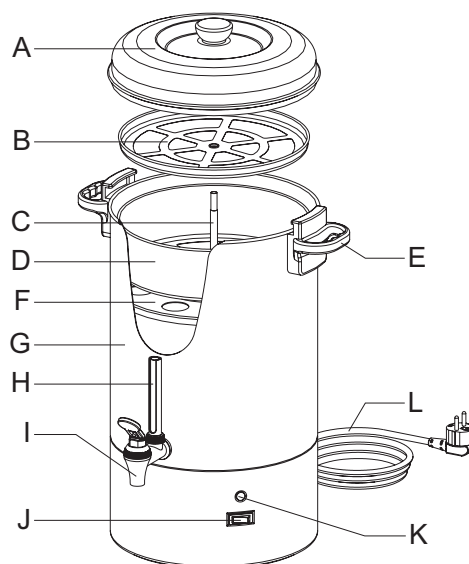
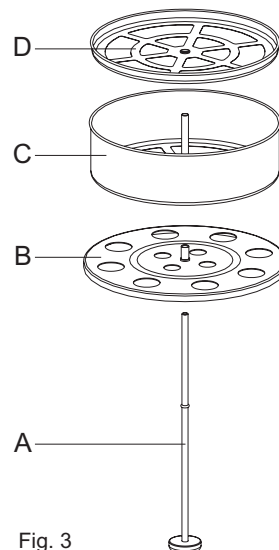

Fig. 1
Fig. 3
Apparatens viktigaste delar (Fig. 1):
Till/Från brytare (J, Fig. 1)
Signallampa (K, Fig. 1)
1. Skjut filtreringsröret (A, Fig. 3) genom hålet i hålskivans (B) mitt och placera det i behållaren. Försäkra att filtreringsrörets fot sitter ordentligt i fördjupningen i behållarens botten.
3. Fyll på med pannmalet kaffe i filtret (C).
4. Placera locket (D) på filtret.
7. Koppla på apparaten med Till/Från brytaren (J, Fig. 1).
8. Då den röda signallampan (K, Fig. 1) tänds är kaffet färdigt och värmehållningen aktiverad.